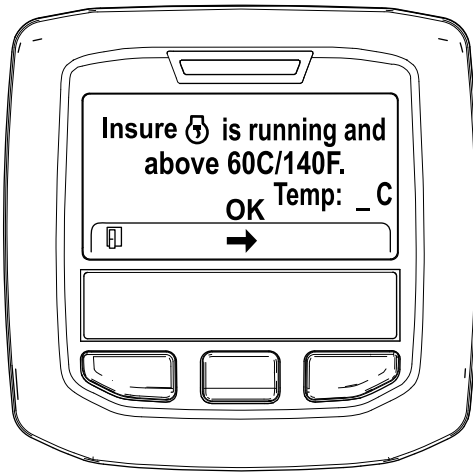

Bild 33
5. Wenn die Kühlmitteltemperatur unter 60°C liegt, wird die Meldung „Insure  is running and above 60C/140F“ angezeigt (Bild 33).